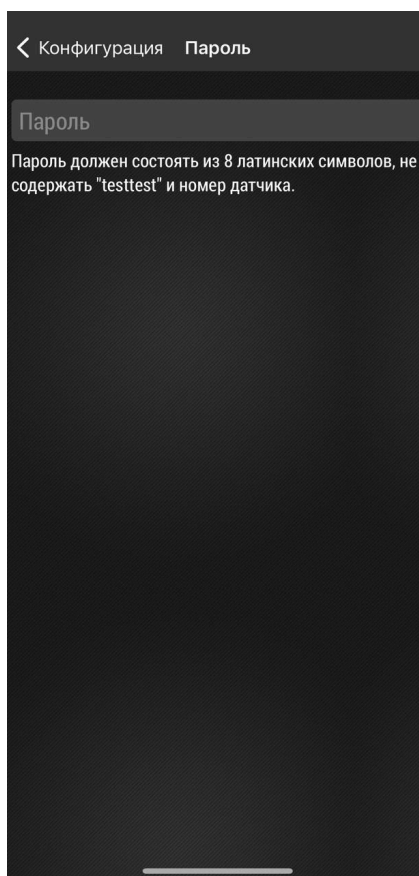

Рис.36. Ввод пароля
3. В поле «**Пароль**» введите новый пароль (**Рис.36**).